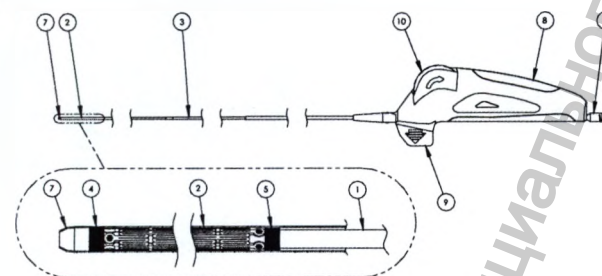

Рисунок 1: Система доставки EverFlex Entrust™
Система доставки Entrust изображена на рис. 1. Она имеет трехосную стержневую конструкцию, состоящую из внутреннего стержня (1), извлекаемой внешней оболочки (2) и изолирующей оболочки (3), служащей для облегчения пользования во время установки. Эргономичная ручка для установки (8) оснащена съемным предохранительным фиксатором (9), установочным колесиком (10) и адаптером Ллоара (6).